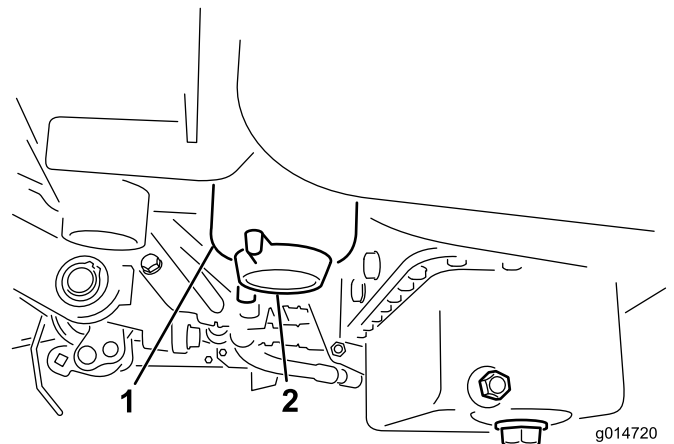

Figura 33
3. Aprite il tappo di spurgo sul filtro del carburante di circa un giro e lasciate fuoriuscire l'acqua accumulata (Figura 33). Serrate il tappo dopo lo spurgo.